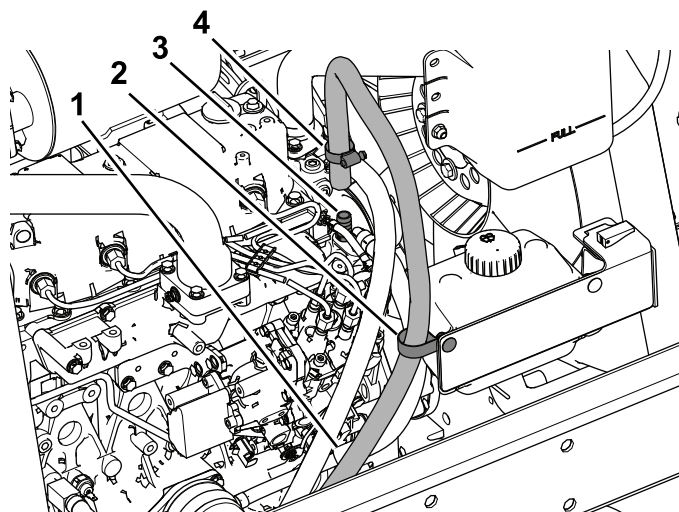

图 37
6. 将软管夹滑动到回流软管上然后将软管插入接头 $\frac{3}{8}$ NPT x 0.625 倒钩如图 37 所示。